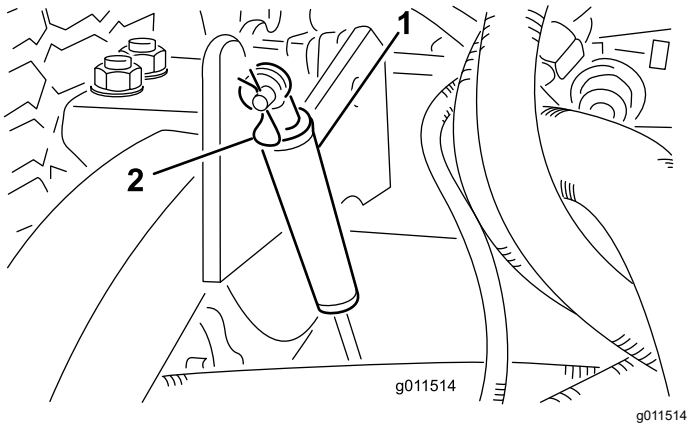

図 121
2. ダンパを昇降アームに固定しているヘアピンコッターを外す 図 121。